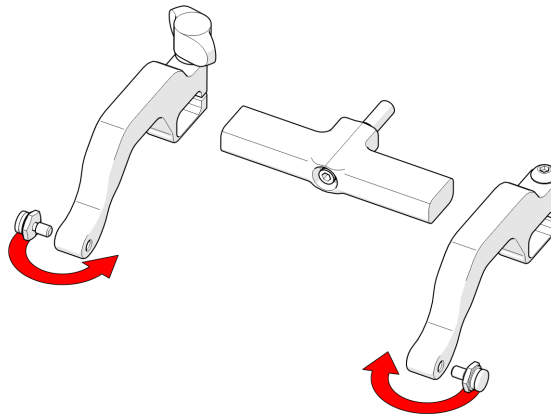

Abbildung 2-114 Positionieren der Schwenknöpfe
5. Positionieren Sie die Schwenknöpfe auf der Innenseite der Prüfkopfhalterarme (siehe Abbildung 2-114 auf Seite 121).